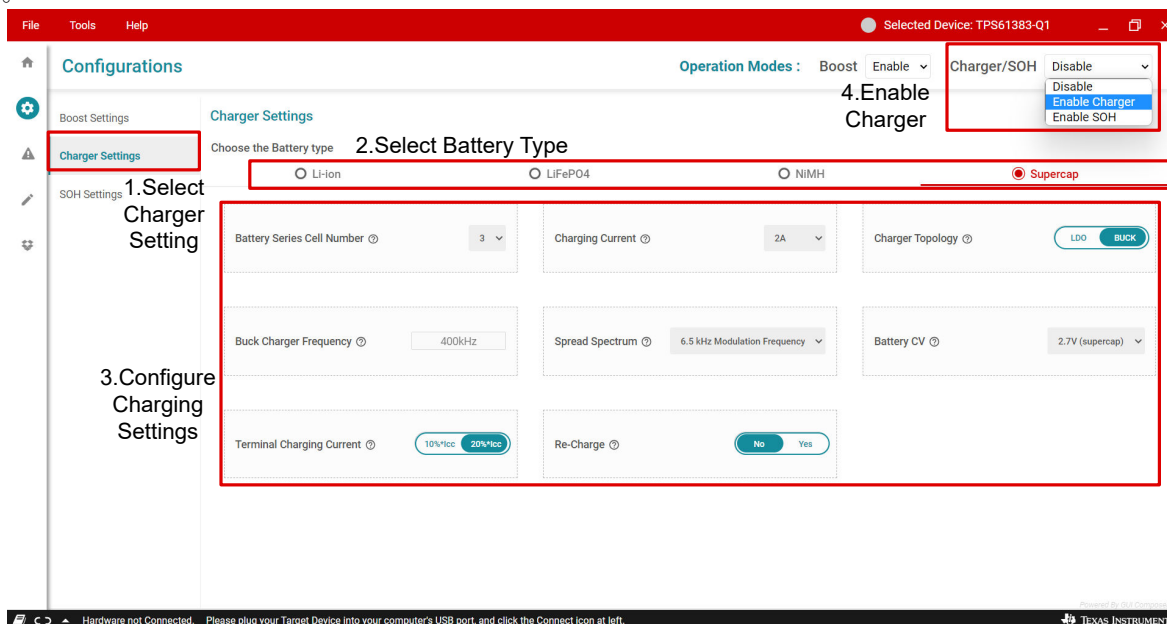

図 3-4. 充電器設定シート
5. 「充電器設定」ボタンを選択し、「充電器設定シート」に切り替えます (図 3-4 を参照)。充電器のデフォルト設定は、リチウム イオン モードです。設計目標に応じて、充電器モードのバッテリータイプ、セル番号、CC 電流などを設定します。